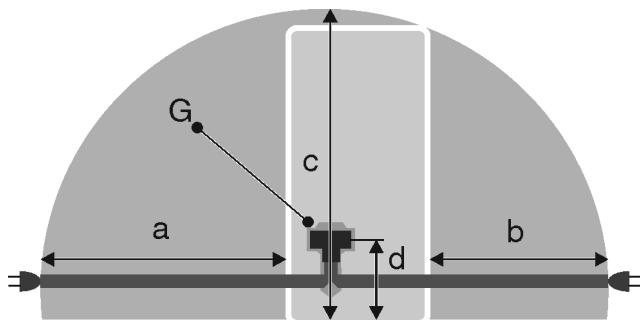

Fig. 20 Koel-vriescombinaties / vriesapparaten / BioFresh-apparaten zonder vriesvak
- De contactdoos bevindt zich niet achter de apparaat, maar in de zones a of b Fig. 20 (a, b, c).
- ▶ Apparaatstekker Fig. 20 (G) aan de achterzijde van het apparaat aanbrengen. Let op het correct vastklikken.